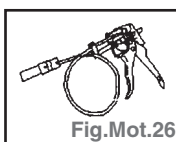

Fig.Mot.26
- Outil nécessaire (Fig.Mot.26) :